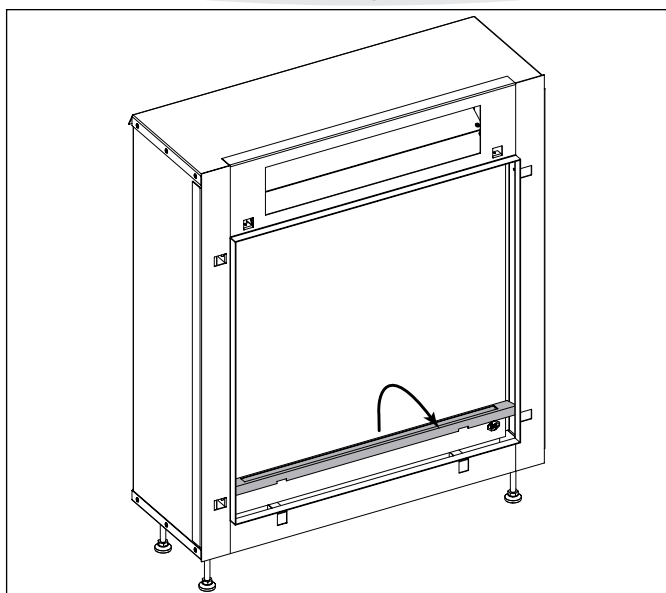

Abbildung 7
2. Entfernen Sie die Lufteinlassführung aus dem Gerät (**Abbildung 7**).